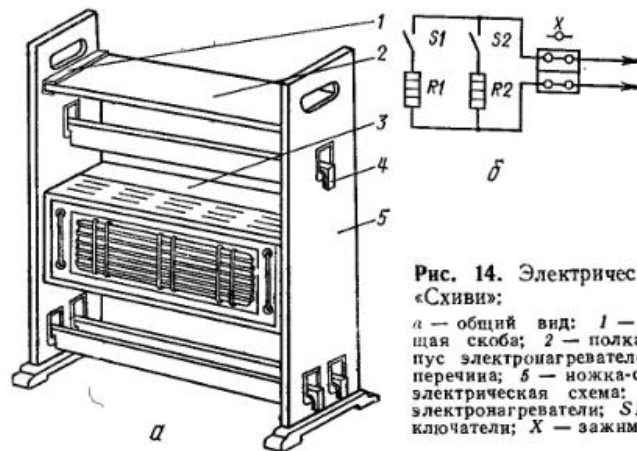

Рис. 14. Электрический камин «Схиви»:
**НАПОЛЬНЫЙ ЭЛЕКТРИЧЕСКИЙ КАМИН «СХИВИ» ТИПА ЭКП-1,25/220.** Предназначен для дополнительного обогрева помещений направленными тепловыми лучами. Камин состоит из корпуса 3 (рис. 14, а) с установленными в нем двумя проволочными электроннагревателями на 450 и 800 Вт; разборного деревянного каркаса, состоящего из двух ножек-стоек 5, трех поперечин 4, полки 2 и двух направляющих скоб 1. Форма металлического отражателя электроннагревателей обеспечивает направление теплового потока вперед вверх, что повышает противопожарную безопасность при эксплуатации камина.
Электрическая схема (рис. 14, б) прибора включает электроннагреватели  $R_1$  и  $R_2$ , выключатели  $S_1$  и  $S_2$  и колодку зажимов X.